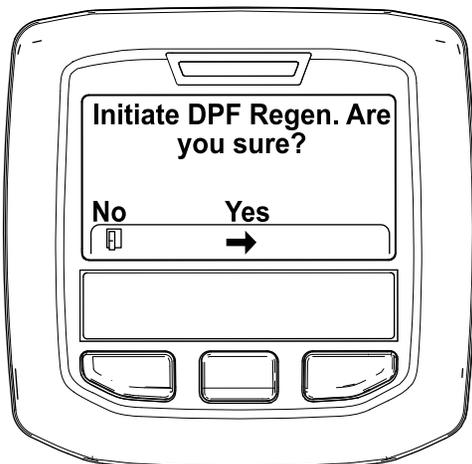

Рисунок 51
4. Когда появится сообщение «Initiate DPF Regen. Are you sure?» («Вы действительно хотите начать регенерацию DPF?»), нажмите среднюю кнопку (Рисунок 51).